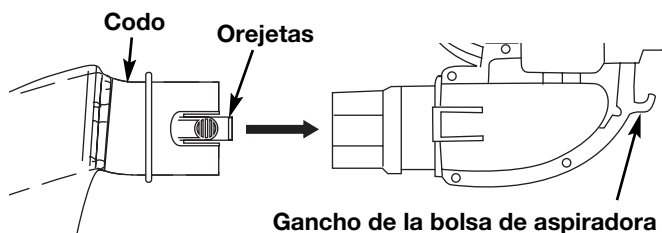

Fig. 5
- Instale el tubo de la bolsa del aspirador sobre la salida del soplador y empuje hasta que las orejetas de la base se enganchan en su lugar (Fig. 5).
- Saque la bolsa del aspirador presionando ambas orejetas en el codo de la bolsa del aspirador al mismo tiempo y tirando hacia afuera del soplador (Fig. 5).